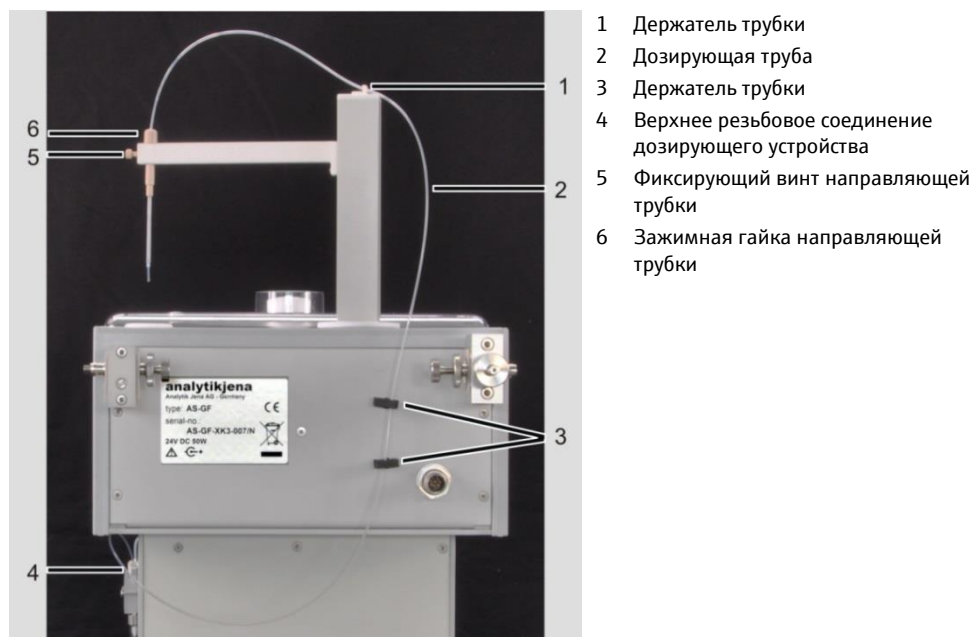

Рис. 71 Дозирующая трубка автосамплера AS-GF
1. Освободите накидную гайку на направляющей дозирующей трубки (6 на Рис. 71) и вытащите дозирующую трубку из направляющей вверх.
1. Ослабьте гайку на направляющей трубке (6 на Рис. 71) и вытащите трубку. Извлеките трубку из фиксаторов на рычаге автосамплера и на задней стенке автосамплера (1, 3 на Рис. 71).
2. Открутите резьбовое соединение от Т-образного клапана дозирующего устройства (4 на Рис. 71).